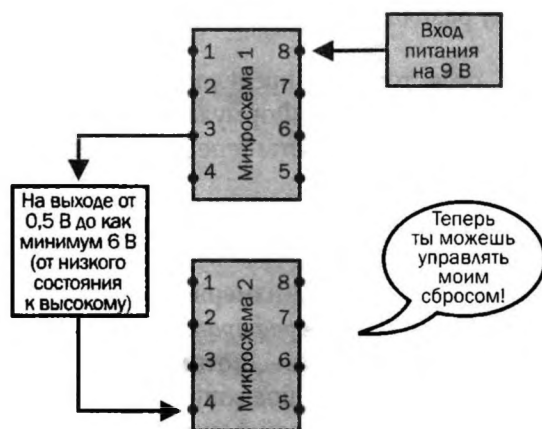

Рис. 4.31. Один таймер управляет сбросом другого
- Выходной сигнал с одного таймера можно подать на вывод сброса другого таймера (рис. 4.31).